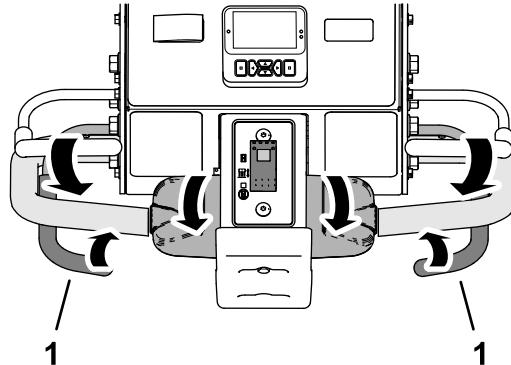

**Figure 82**
1. Appuyez sur le haut de la commande d'abaissement (Figure 82) pour sélectionner la position ABAISSEMENT DIFFÉRÉ.